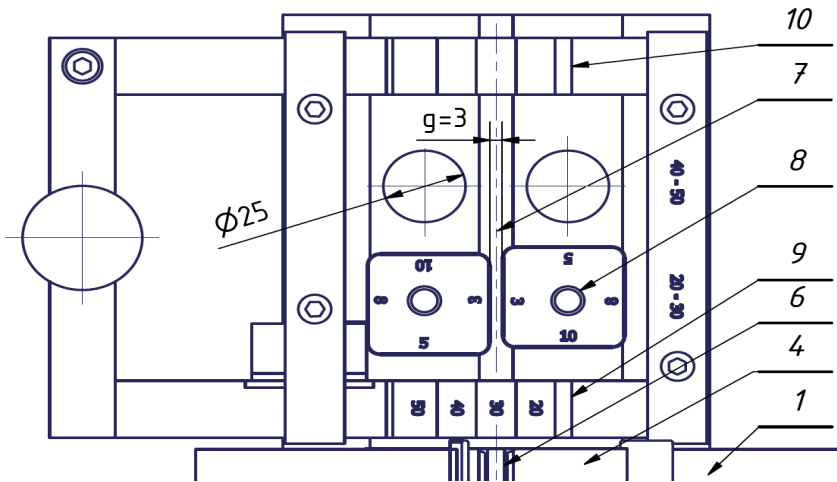

Рис. 2
5. Регулятор [9] и ползун [10] сделаны „ступенчато” горизонтальными плоскостями, которые являются опорой для шины в положении обозначенной величиной равной ширине обрабатываемой шины в оси симметрии плиты [7] и оси оборотного барабана [4] как показано, например на *Рис. 2* для шины шириной 30 мм.
В зависимости от толщины шины вкладыши установить соответственно обозначения (3, 5, 8 или 10) нанесенных на верхние плоскости вкладышей). На *Рис. 2* представлено расположение вкладышей для шины толщиной $g = 3$ мм.